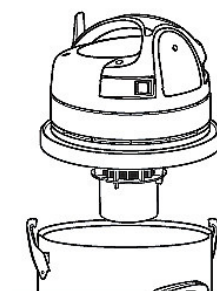

Abb. 5: Montage des Kopfteils
Schritt 3: Montieren Sie das Kopfteil auf den Behälter und befestigen es mit Hilfe der Haken (Abb.5).